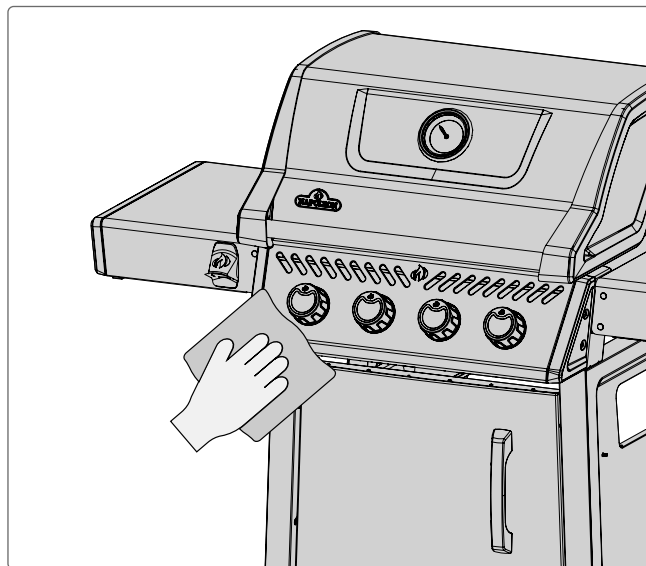

Рис. 24
- Детали из нержавеющей стали со временем меняют цвет при нагревании и приобретают золотистый или коричневый оттенок. Это нормально и не влияет на работу гриля (Рис. 24).